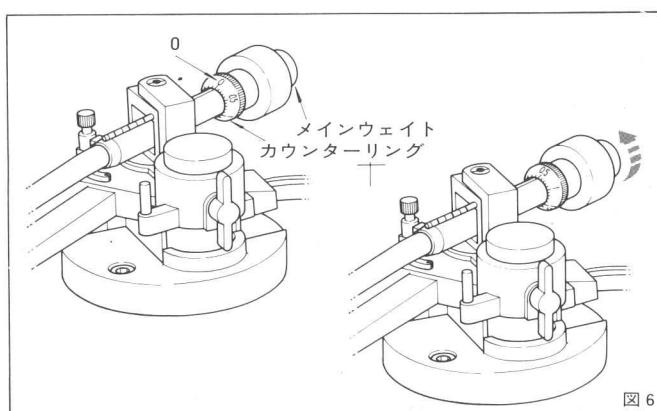

図 6
②針圧調整
- ①水平バランスがとれたときのメインウェイトの位置を動かさないようにして、メインウェイト前部のカウンターリングだけを回し、カウンターリングの数字“0”をトーンアーム上部のラインに合わせます。
- ②メインウェイトを図6の矢印方向(時計方向)に回し、カートリッジ指定の針圧値に合わせます。